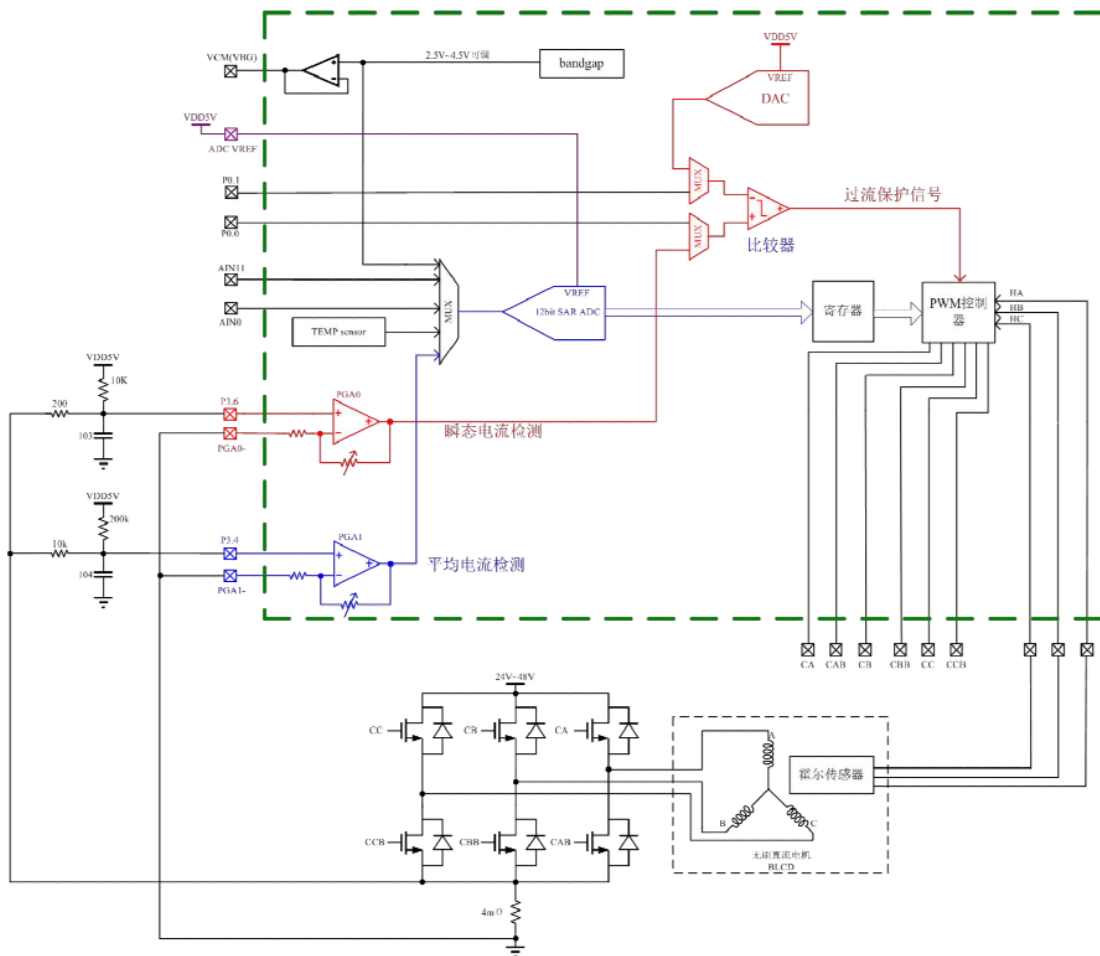

图 1、第一种应用方案工作原理图
可编程增益放大器单端输入模式如图 1 所示。配置方式: PGA 反向输入端接地, 同向输入端通过电阻连接到采样端和电源。通过改变 R_1 和 R_2 阻值, 可以调节 PGA 直流偏置及整个信号链的增益 (1)。